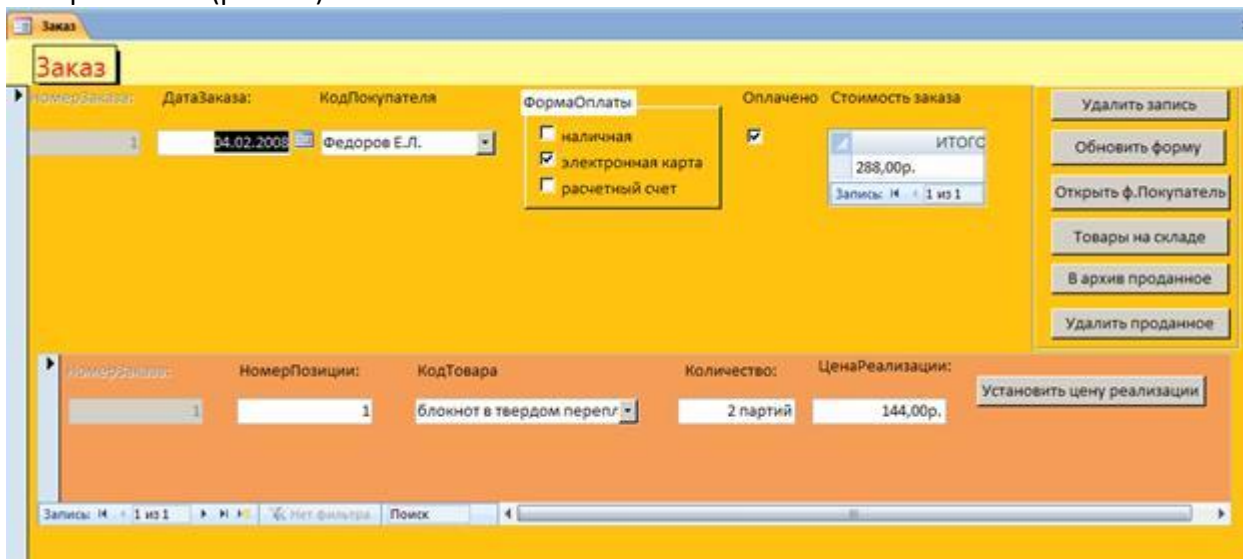

Рис.11. Примерный вид формы ЗАКАЗ с командными кнопками для запросов-действий
2. Запрос на обновление ЦЕНА_РЕАЛИЗАЦИИ может быть добавлен в виде командной кнопки в подчиненную форму ПУНКТ_ЗАКАЗА. В этом случае у формы следует изменить режим изображения на ОБЫЧНЫЙ, так как в режиме ТАБЛИЦА командные кнопки не отображаются (рис. 11).
6. И, наконец, в форму ЗАКАЗ можно добавить командную кнопку для выполнения запроса на удаление записей о партиях проданных товаров из таблицы ПАРТИЯ_ТОВАРА (рис.11).